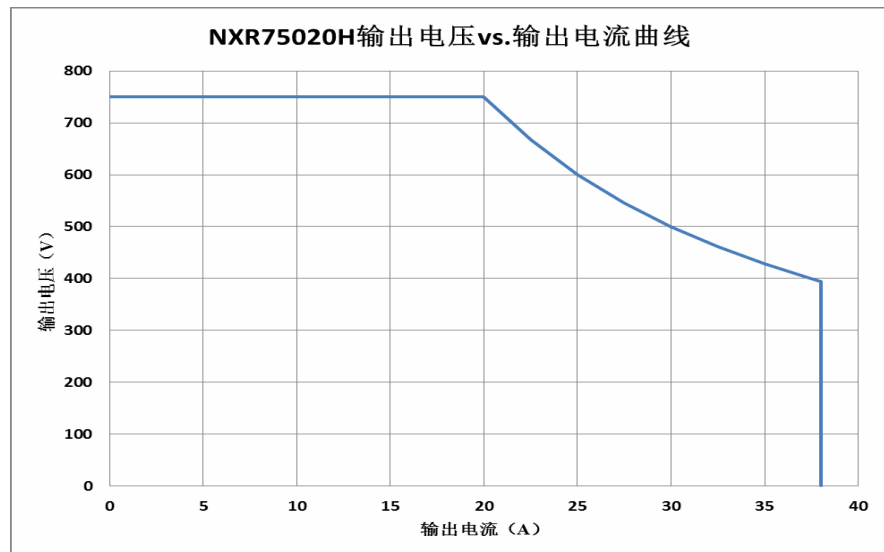

图 1-4 NXR75020H 输出电压 vs. 输出电流的关系曲线
3) NXR75020H 恒功率模块额定输入电压时，模块允许输出功率为 15kW，模块输出电压与输出电流的关系如图 1-4 所示。